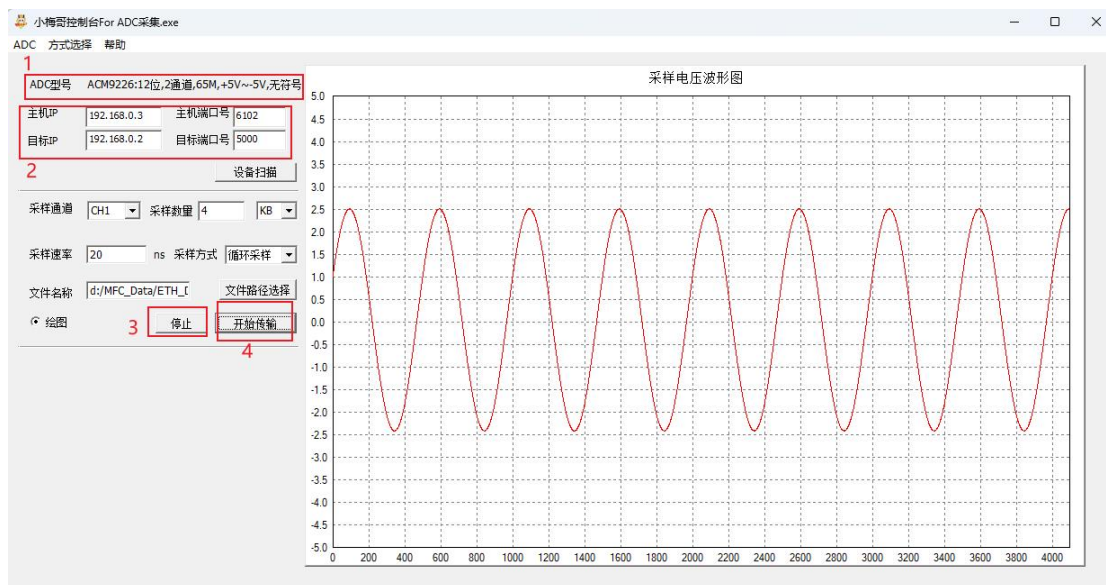

图 65-34 数据采集上位机显示图
5. 点击开始传输之后，可以看到在右边采样电压波形图界面可以直观看到波形图，如下图 65-34 所示。需要注意的是波形图的横坐标对应的不是频率，而是采样数量。